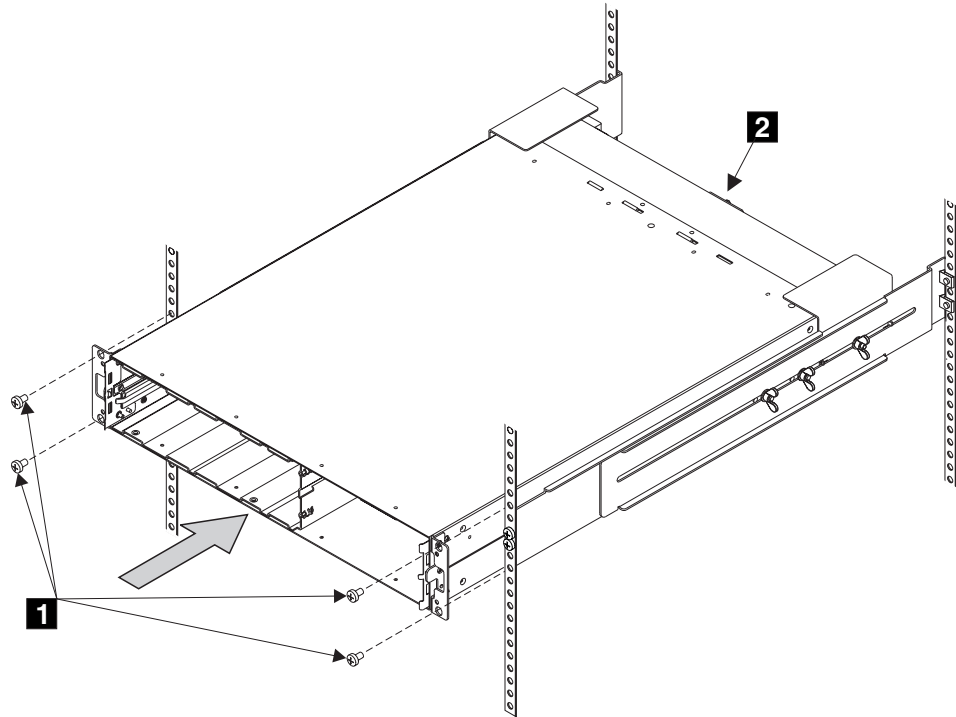

図 24. 無停電電源装置のラックへの取り付け
6. 前面の頭が平らなねじ (27 ページの図 24 の **1**) を取り付ける。